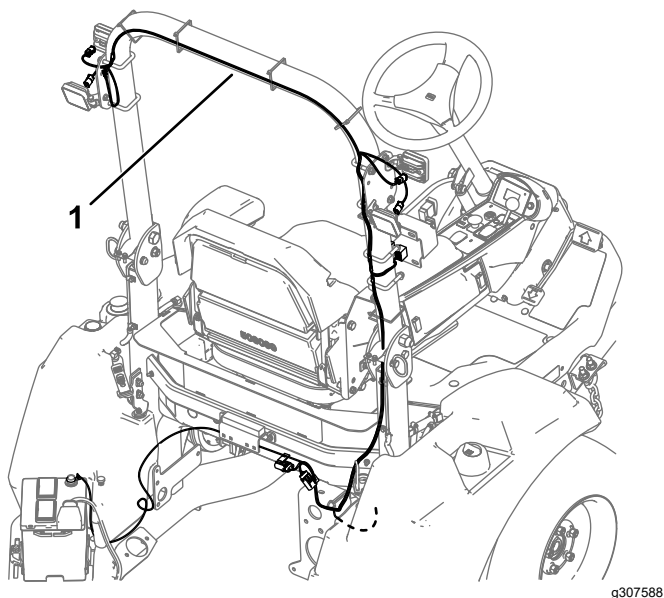

Figura 5
1. Enrute el arnés de cables de las luces de trabajo y sujételo provisionalmente al ROPS con bridas largas, tal y como se muestra en la Figura 5.